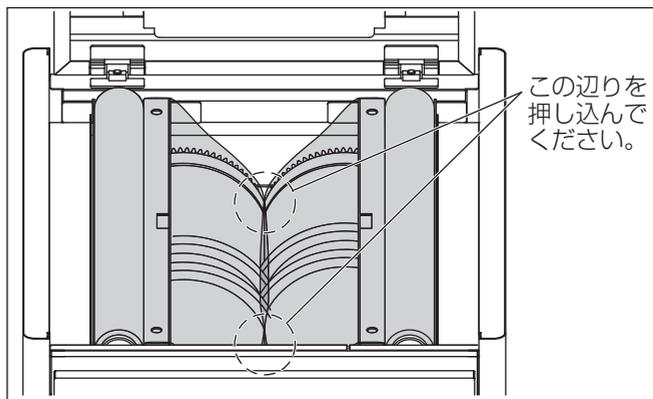

図8 フィルムのセット2
4. 反対側も同じようにセットし、左右のフィルム⑰を中央で重ねてスポンジロール⑮に押し込んでください。 P9 図8 参照
5. 天パネル③を閉めてください。
- ☆ギア⑭の内側付近のフィルム⑰が膨らんでいると、センサーが誤検知する可能性があります。その場合は、フィルム⑰をスポンジロール⑮に押しこんで膨らみをなくしてください。 P9 図8 参照
- 4.天パネル③を閉めてください。